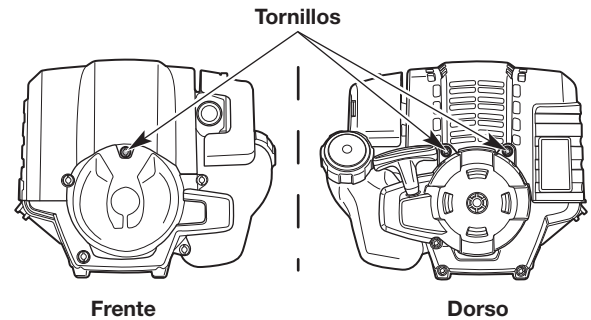

Fig. 25
2. Extraiga los tres (3) tornillos de la tapa del motor con un destornillador de cabeza plana o un destornillador T-25 Torx (Fig. 25). Extraiga la tapa del motor.